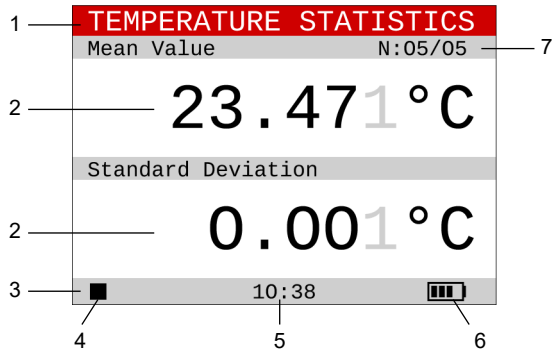

Abb. 5: Hauptbildschirm (Beispiel): Temperaturstatistik
- Auf dem Hauptbildschirm können Sie durch Drücken der <Auf>- und <Ab>-Pfeiltasten jederzeit die Anzahl N der für die Berechnung des Durchschnitts verwendeten Messungen einstellen. Die aktuell eingestellte Anzahl N wird nach dem Schrägstrich angezeigt, siehe (7) in Abb. 5.